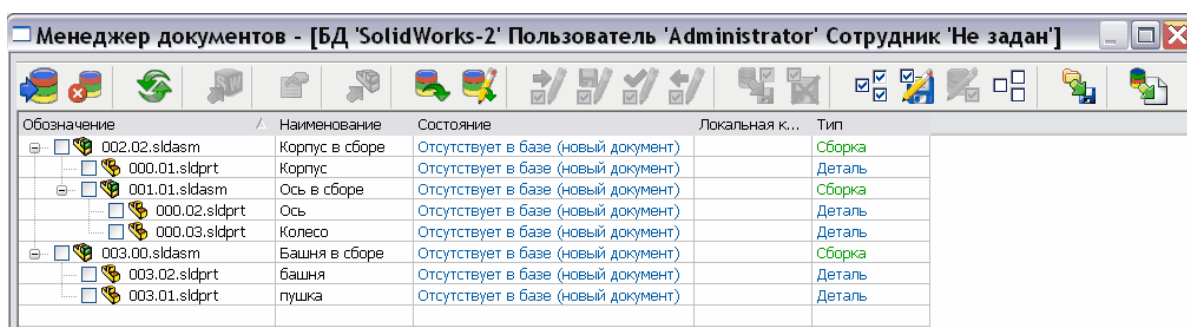

Рис. 30
Модели «Корпус в сборе» и «Башня в сборе» появились в окне менеджера документов (Рис. 30). Появление документа в менеджере документов означает, что модель помещена в рабочую папку. Все модели, на которые есть ссылки из импортируемой модели, будут помещены в рабочую папку. При этом во всех импортированных моделях перекрестные ссылки будут исправлены на использование моделей в рабочей папке.
- Для каждого документа, находящегося в менеджере документов, введите значения его свойств. Описание ввода значений свойств документа смотрите в разделе 8.2. «Свойства документа». В результате окно менеджера документов будет выглядеть, как показано на Рис. 30.